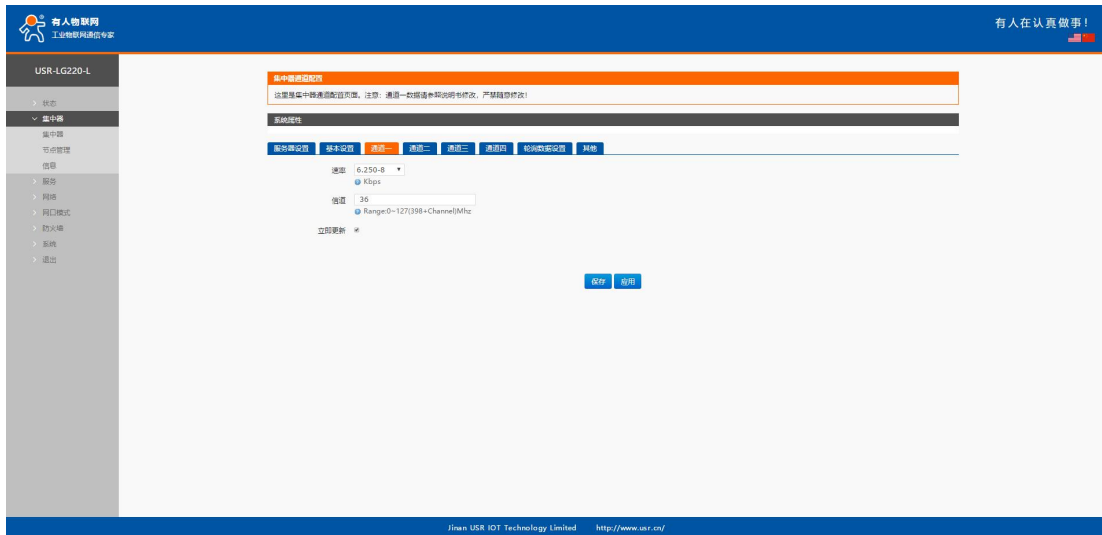
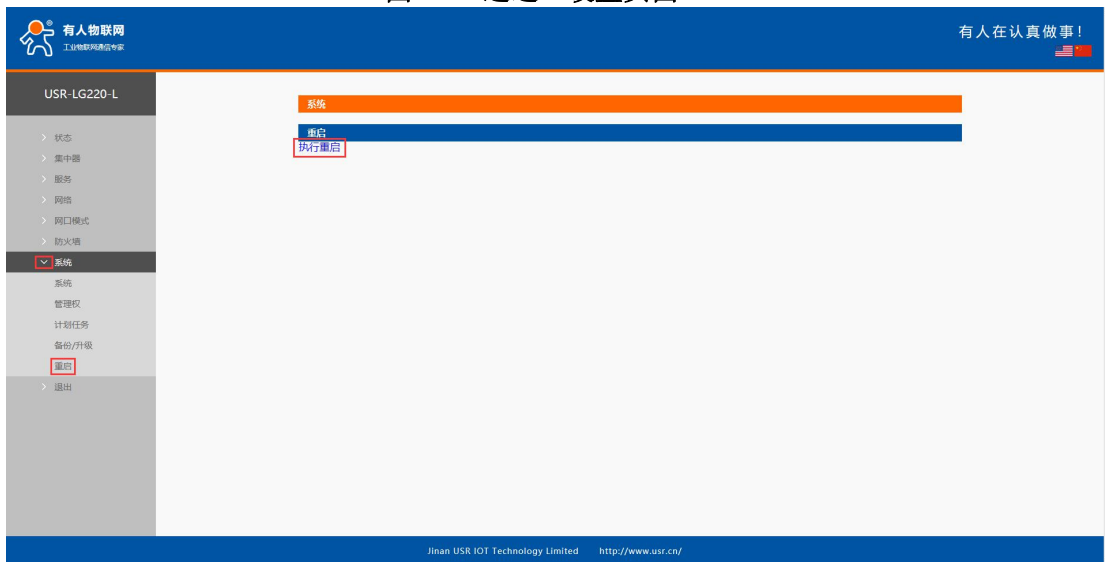

图 14 通道一设置页面
图 15 重启页面
6. 在通道一（管理通道）至通道四的速率（SPD）与信道（CH），可根据需要进行设置（注意要保证通道一的速率和信道要与 IO34-LR-C 的速率和信道相同，如图 14 所示），设置时注意信道间隔防止通道间的干扰（信道间隔 2-4 左右）。设置完成所有参数后依次点击设置页面左侧的系统及其子菜单下的重启选项进入重启页面点击执行重启（如图 15 所示）或进行断电重启完成配置。